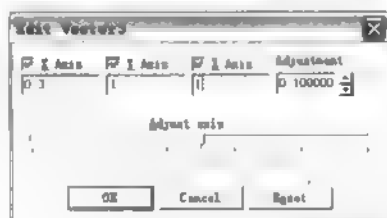

图 18.26 尺寸 Edit Vector 3 参数对话框
(4) 展开 Box 节点, 双击其他的 size 属性, Edit Vector 3 参数对话框就会打开, 设置为[0.3 1 1], 如图 18.26 所示, 然后单击 OK 按钮。